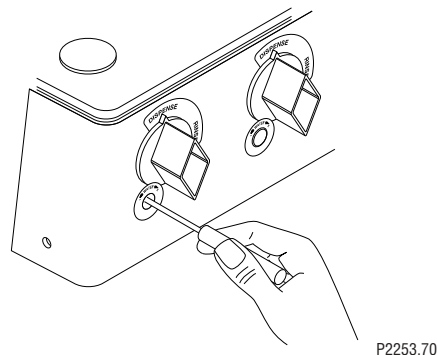

FIG 8 Ajuste del flujo de agua
6. Ajuste la velocidad de flujo del agua Fig 8, (hacia la derecha para aumentar el índice de flujo; a la izquierda para disminuir el flujo) a la relación de mezcla de producto de la forma siguiente: